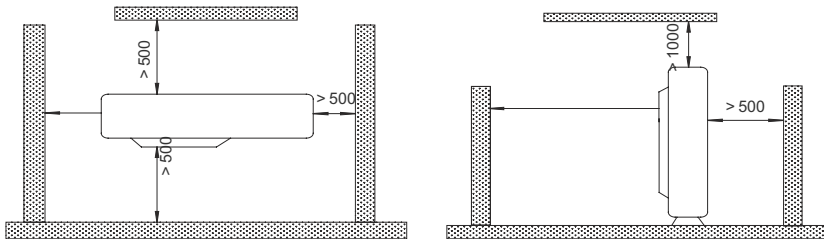

Fig.3
- (1). Instale la unidad exterior en un lugar sin suciedad ni humedad a causa de la lluvia, en la medida de lo posible.
- (2). Instale la unidad exterior donde pueda conectar fácilmente la unidad interior.
- (3). Instale la unidad exterior donde el agua condensada evacuada pueda fluir libremente durante el funcionamiento de calefacción.
- (4). No ponga animales o plantas en el camino del caudal de aire caliente.
- (5). Tenga en cuenta el peso de la unidad de aire acondicionado y elija el lugar con menor ruido y vibración.
- (6). Instale la unidad exterior en un lugar capaz de soportar el peso de la unidad y que genere el menor ruido y vibración posible.
- (7). Vea fig. 3 para y compruebe el espacio que el caudal de aire necesita para no bloquearse. Deje tres de las cuatro direcciones de construcciones alrededor abiertas.